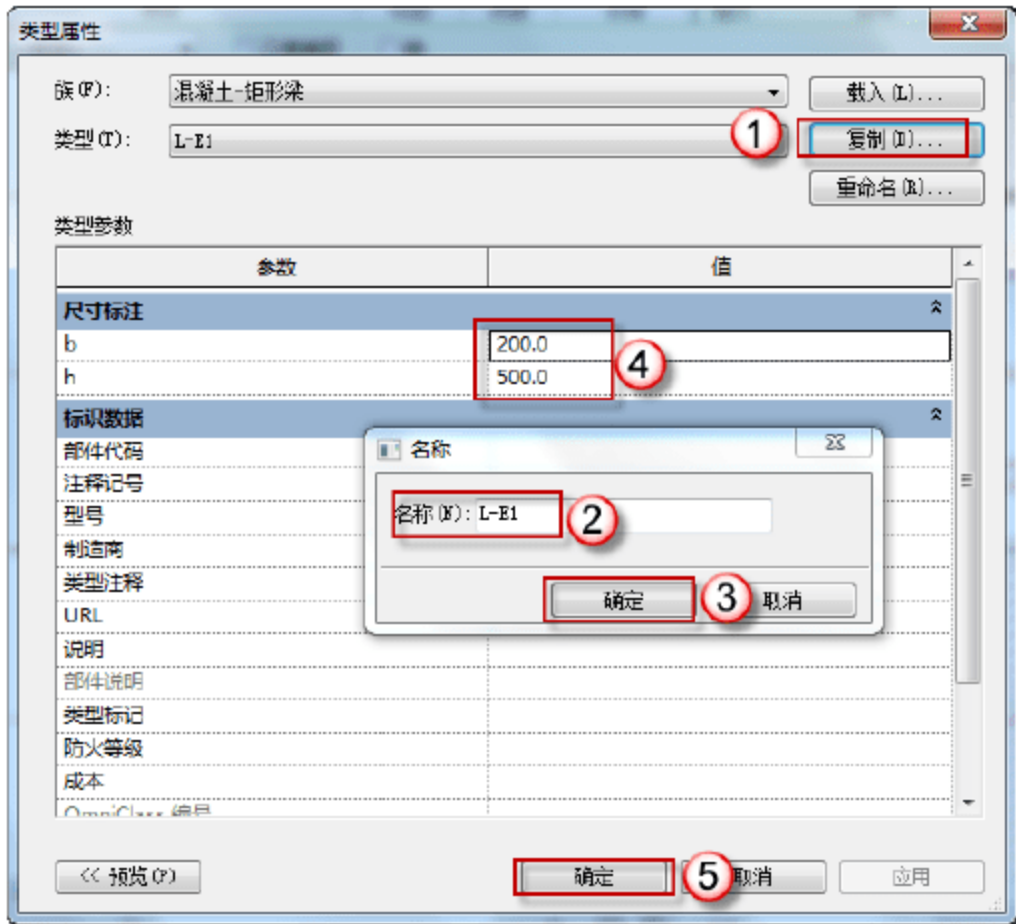

图 3.2.24 编辑 L-E1 信息
(8) 设置 L-E1。选择“结构”→“梁”→“编辑类型”命令，在弹出的“类型属性”对话框中，单击“复制”按钮，在弹出的对话框中输入 L-E1，单击“确定”按钮。在“尺寸标注”栏中输入 b、h 的尺寸，单击“确定”按钮，如图 3.2.24 所示。